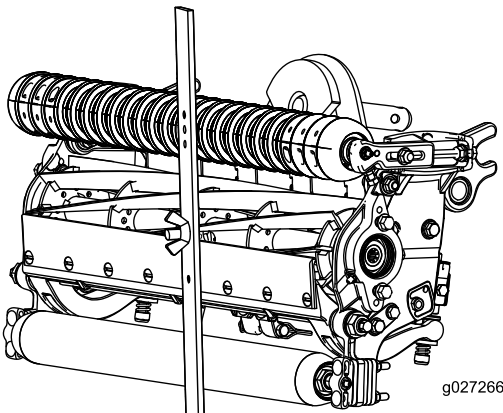

Figura 17
- 4. Agganciate la testa della vite sul tagliente della controlama e poggiate l'estremità posteriore della barra sul rullo posteriore (Figura 17).
- 5. Ruotate la vite di regolazione finché il rullo anteriore non toccherà la barra di riferimento (Figura 17). Regolate entrambe le estremità del rullo finché l'intero rullo non sarà parallelo alla controlama.